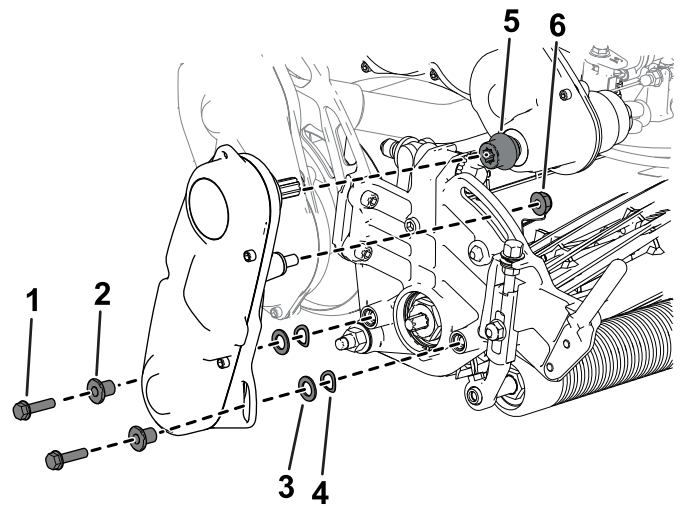

Bild 49
3. Entfernen Sie die Spindeltriebswelle vom Mähwerk (Bild 49) und behalten Sie die Befestigungselemente auf.